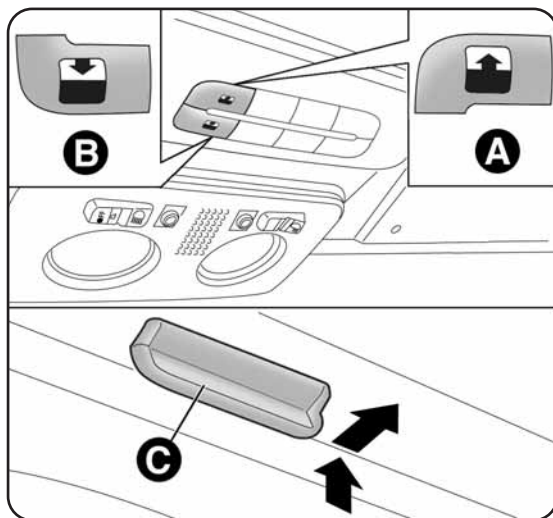

fig. 49
Il tetto apribile ad ampia vetratura è composto da due pannelli in vetro di cui uno posteriore fisso ed uno anteriore mobile dotati di due tendine parasole (anteriore e posteriore) a movimentazione manuale. Con tetto chiuso le tendine possono essere posizionate in qualunque posizione. Per aprire le tendine: impugnare la maniglia C-fig. 49, seguendo il senso indicato dalla freccia fino alla posizione desiderata. Per chiuderle seguire il procedimento inverso. Il funzionamento del tetto apribile avviene solo con chiave di avviamento in posizione MAR. I comandi A-B fig. 49 posti sulla mostrina della plafoniera anteriore, comandano le funzioni di apertura/chiusura tetto apribile.
Premere il pulsante B-fig. 49 e mantenerlo premuto, il pannello vetro anteriore si porterà in posizione “spoiler”; premere nuovamente il pulsante B e, agendo sul comando per più di mezzo secondo, si innescerà il movimento del cristallo del tetto che proseguirà automaticamente fino ad una posizione intermedia (posizione “Comfort”). Premendo nuovamente il comando di apertura per più di mezzo secondo, il tetto proseguirà automaticamente fino a fondo corsa; il cristallo del tetto può essere fermato in una posizione intermedia agendo nuovamente sul pulsante.
Dalla posizione di apertura completa, premere il pulsante A-fig. 49 e, se si agisce sul pulsante per più di mezzo secondo, il cristallo anteriore del tetto si porterà automaticamente in posizione intermedia (posizione "Comfort"). Agendo nuovamente sul pulsante per circa mezzo secondo, il tetto si porterà in posizione spoiler. Infine premendo nuovamente il pulsante di chiusura, il tetto raggiungerà la posizione di completamente chiuso.
- premere il pulsante A-fig. 49 fino alla completa chiusura del tetto. Rilasciare il pulsante;